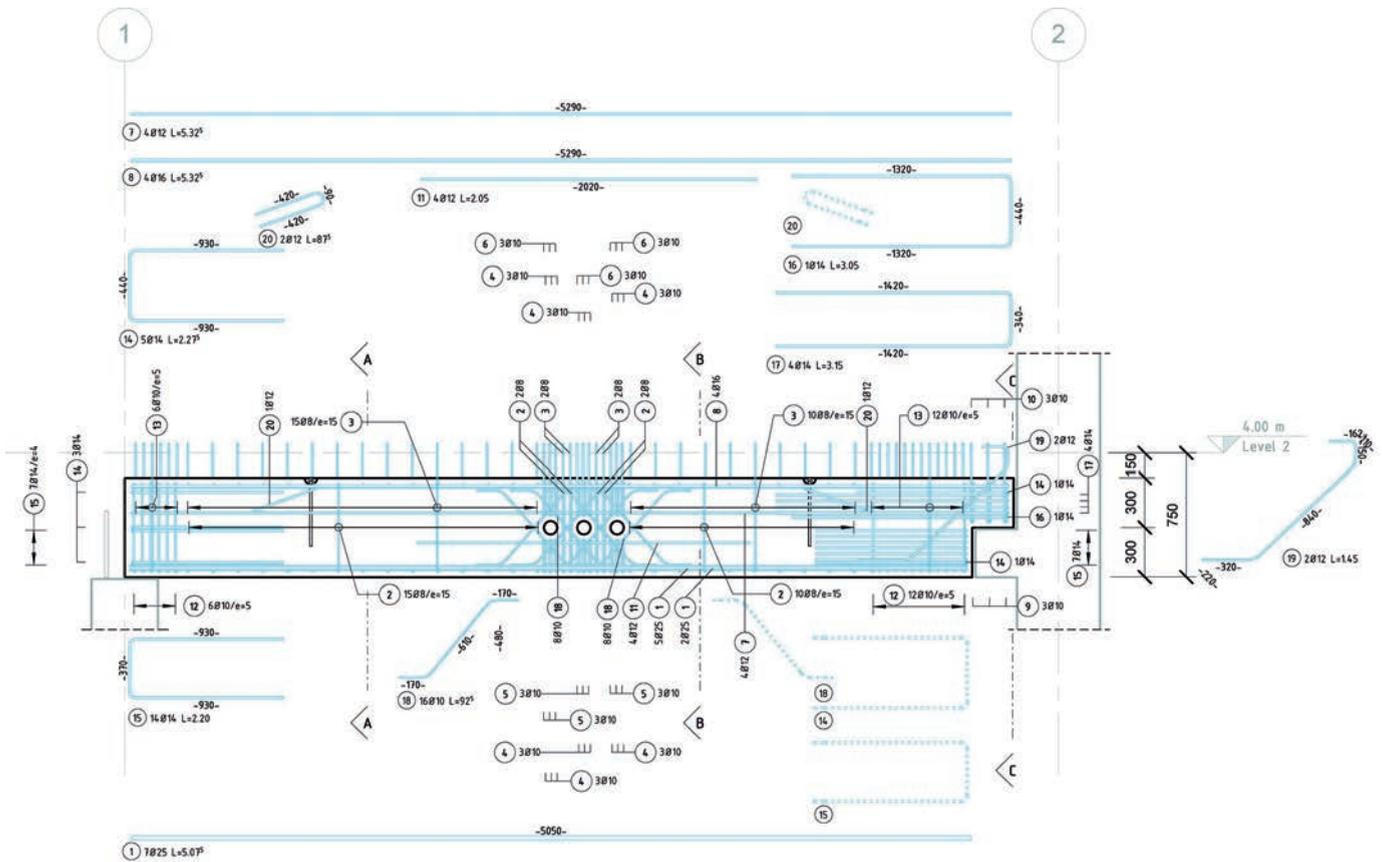

Bild 6. Ausschnitt Bewehrungsplan (erzeugt mit RCD 2016)
h) Bewehrungsplanerstellung (Bild 6)